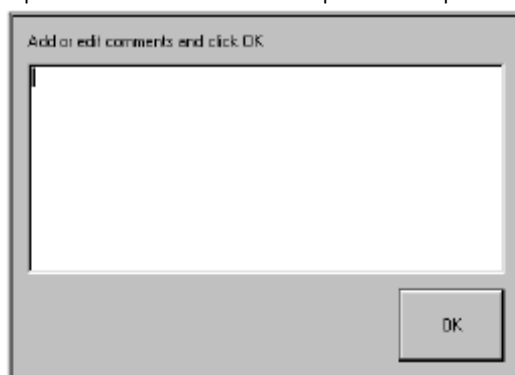

Figura 121: Alerta Adicionar Comentário Enfant®
9. Depois que todas as varreduras para o olho esquerdo tiverem sido concluídas, o operador será instruído com o alerta Adicionar Comentário (**Figura 121**). É altamente recomendável que todas as observações de teste sejam anotadas; isto é, comportamento do paciente. Selecione Ok para completar o teste.